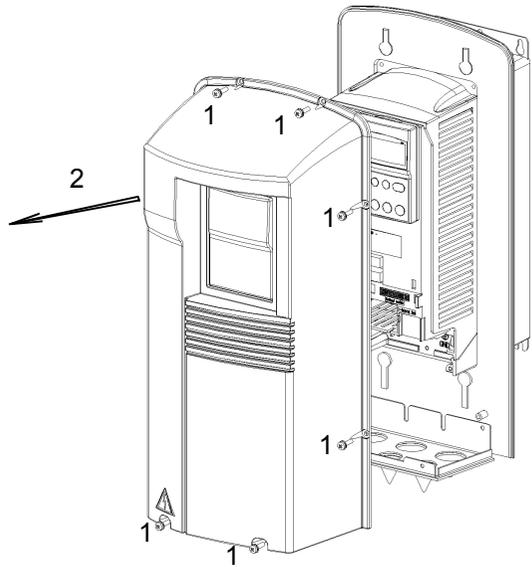

Abbildung 10 Öffnen von Frequenzrichter des Typs IP 54 / NEMA1 .
- 1 Öffnen der vorderen Abdeckung siehe Abbildung 10.